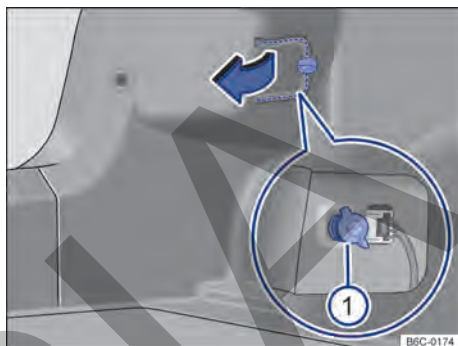
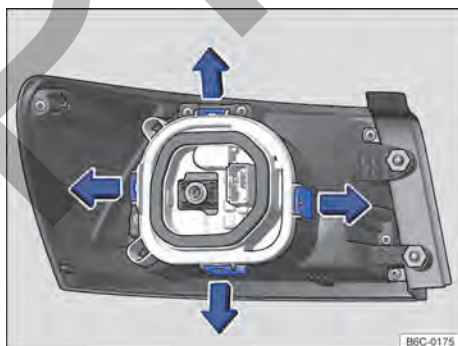

Fig. 127 En el maletero: desmontar la cubierta y retirar el tornillo mariposa ① (fragmento ampliado).
Fig. 128 Linterna trasera: desmontar el portalámparas.
- ① Observar la lista de control y ejecutar las acciones → pág. 159.
- ② Abrir la tapa trasera → pág. 72.
- ③ Para abrir la cubierta de la linterna, girar la traba → fig. 127 (flecha).
- ④ Abrir la cubierta junto con la traba hacia el costado.
- ⑤ Aflojar el tornillo mariposa ① (fragmento ampliado) y retirarlo, sosteniendo, al mismo tiempo, la linterna trasera.
- 6 Tirar con cuidado de la linterna trasera hacia afuera, para desencajarla de la carrocería → ①.
- 9 Para desbloquear el soporte de las lámparas, presionar cada lengüeta de bloqueo → fig. 128 en el sentido de las flechas.
- 15 Instalar el soporte de las lámparas en la linterna trasera. Las lengüetas de bloqueo → fig. 128 deben encajar de forma audible.
- 18 Sostener la linterna trasera en la posición de montaje con una de las manos y atornillar con la otra el tornillo mariposa → fig. 127 ①.